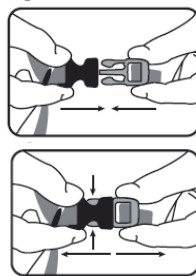

Fig. 5
5. Adjust the vertical position of the chinstrap by sliding the connecting buckle along the strap (Fig. 5).
6. Stellen Sie die senkrechte Lage des Kinnriemens ein, indem Sie die Verbindungsschnalle der Riemen verschieben (Abb. 5).
5. Ajuste la posición vertical de la yugular deslizando la hebilla de unión de las correas (fig. 5).
5. Regolare la posizione verticale del sottogola facendo scorrere la fettuccia all'interno della fibbia con cui sono unite le cinghie (Fig. 5).